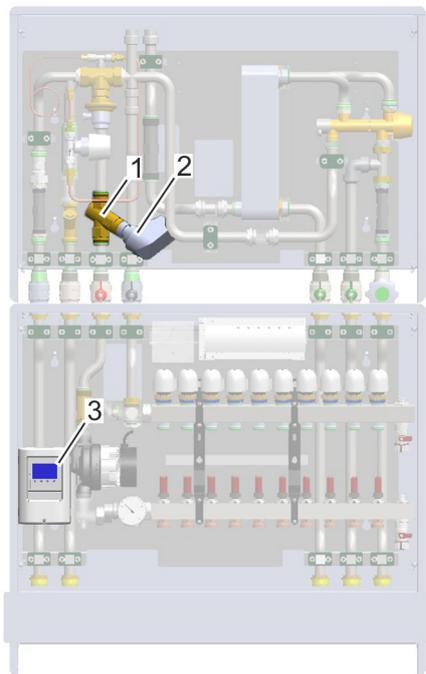

Abb. 70: Dynamischer Massenstromregler
2. ➔ Stellantrieb (Abb. 70/2) entfernen.
4. ➔ Stellantrieb (Abb. 70/2) aufsetzen.
⇒ Das Regelventil und der Stellantrieb (Abb. 70/1, 2) sind betriebsbereit.
5. ➔ Regler für die Steuerung des Stellantriebs (Abb. 70/3) einstellen.